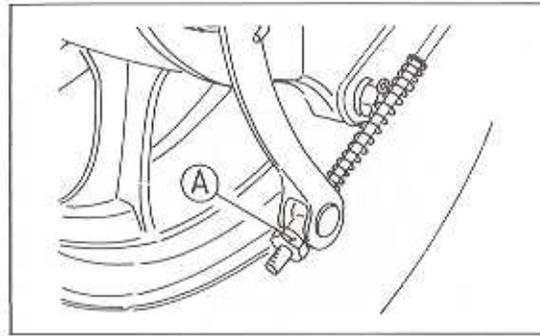

Bild 44
- Ist der Sollwert nicht vorhanden, an der Stellmutter beim Bremshebel das Spiel einregulieren (Bild 44).